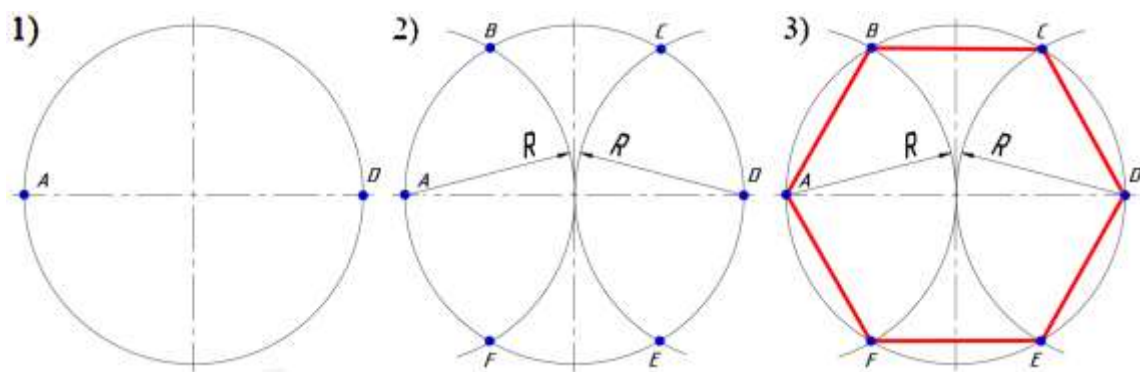

Рис.3
- 2) Описываем дуги R из точек A и D (рисунок 3).